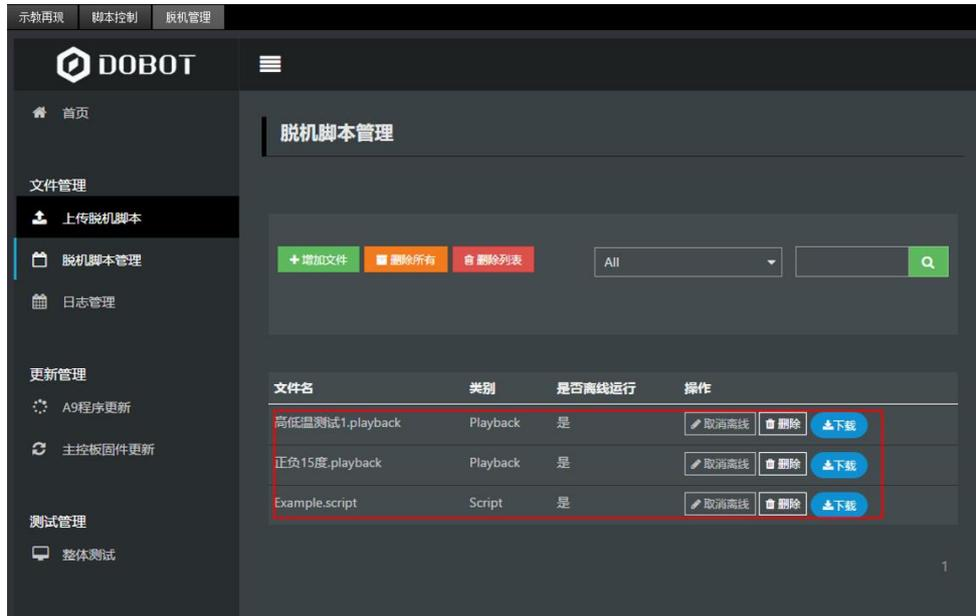

图 6.33 脱机管理文件状态
**步骤 8** 在“脱机脚本管理”界面选中需脱机运行的文件，单击“离线运行”，使文件处于离线运行的状态。用户可将多个文件处于离线运行的状态，如图 6.33所示。